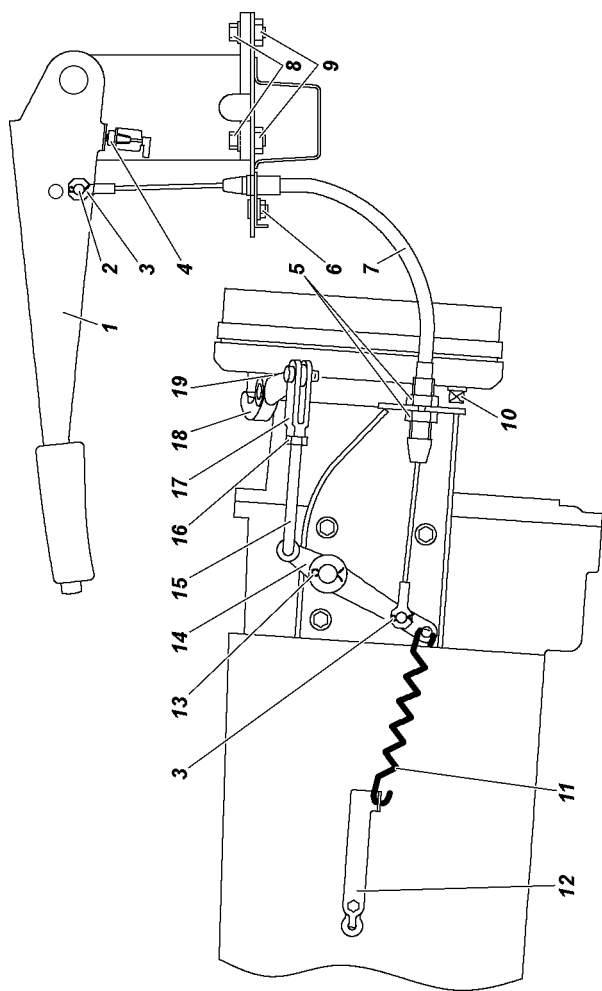

Рис. 9.38. Привод стояночного тормоза трансмиссионный:
**Трансмиссионный стояночный тормоз**, действующий на трансмиссию (рис. 9.38).
2. Переместите рычаг стояночного тормоза 1 (рис. 9.38) в крайнее нижнее положение.